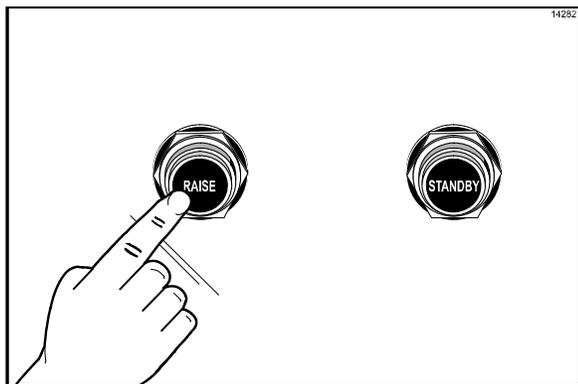

Figura 79
1. Oprima el botón rojo RAISE (levantar) para subir la placa superior a la posición de apertura (OPEN). (Vea la figura 79.)